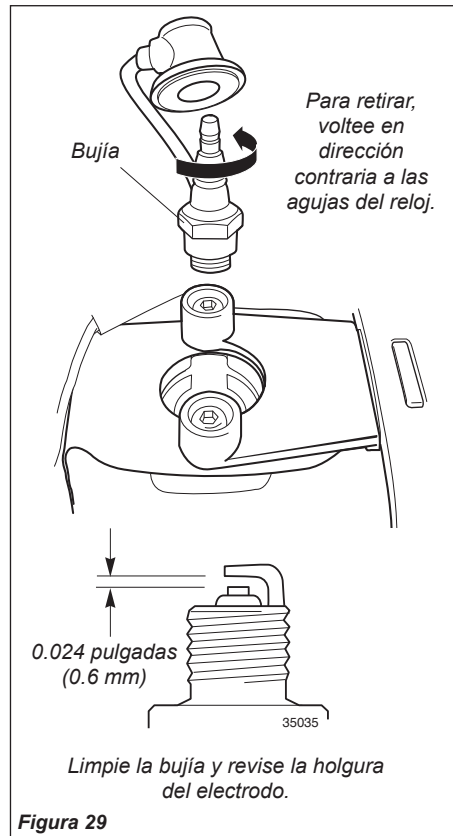

Figura 29
- Ajuste la distancia del electrodo a 0.024 pulgadas (0.6 mm). Si la bujía necesita ser reemplazada, use solamente una bujía Champion CJ8 o una bujía equivalente con resistencia al calor correcto. Consulte la figura 29.